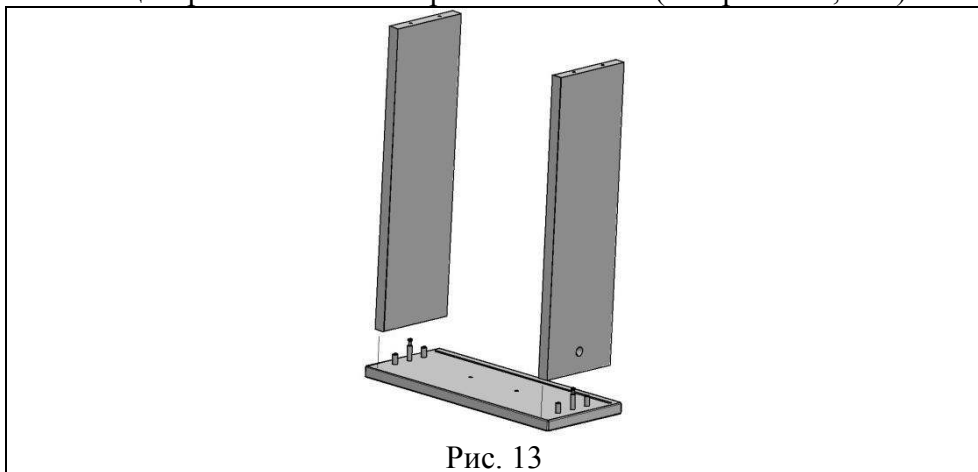

Рис. 13
4.2.2. На сборку по п. 4.2.1. установить боковину ящика правую (поз. 10), боковину ящика левую (поз. 9) (см. рис. 13). В отверстия боковин вставить эксцентрики ЕС03ZL/18 (поз. 6, пакет №34а) (рис. 13а) стрелкой в направлении стенки передней и повернуть эксцентрик по часовой стрелке 180° max. (См. рис. 13а, 13б).
Рис. 13а
Рис. 13б